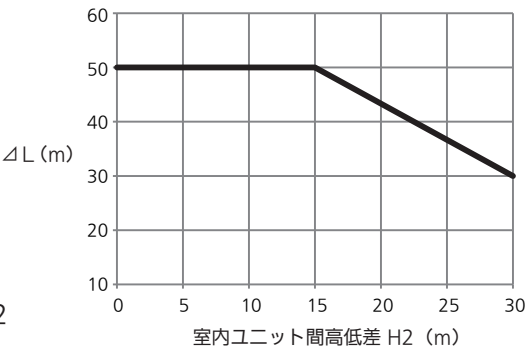

図2
- ・ ΔL の制限が変わります。下記の図2を参考にしてください。